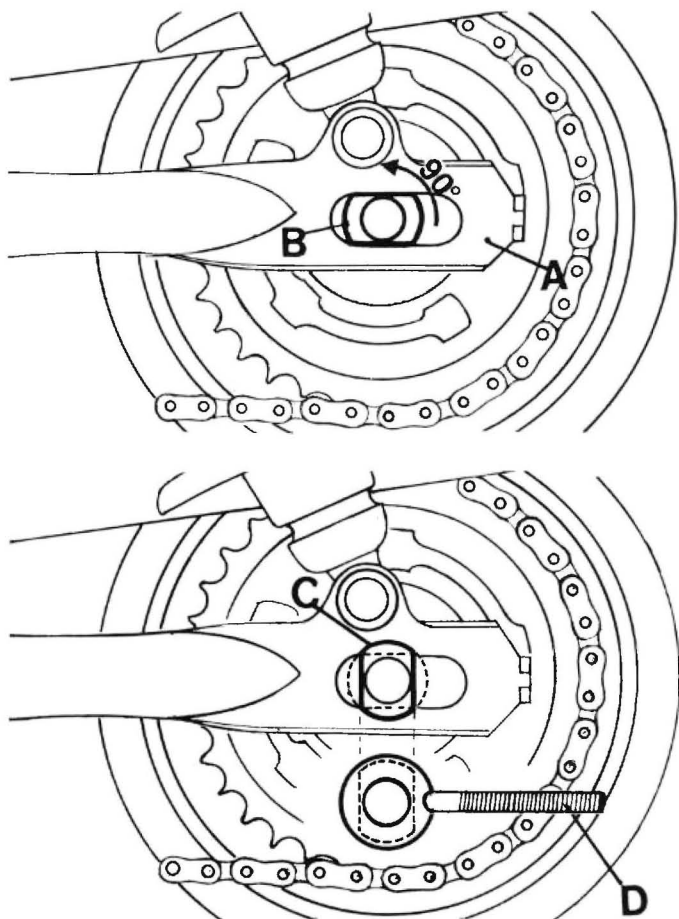

Fig. 35
- infilare la ruota sul braccio sinistro del forcellone (A di fig. 35) accertandosi che la testa del perno sia in posizione (B di fig. 35);
- girare di 90° la testa del perno forato portandola in posizione (C di fig. 35);
- montare sul braccio sinistro del forcellone il tendicatena sinistro (D di fig. 35), accertandosi che l'imposta di detto tendicatena si incastrerà perfettamente sulla testa del perno forato già preventivamente girato in posizione (C di fig. 35);